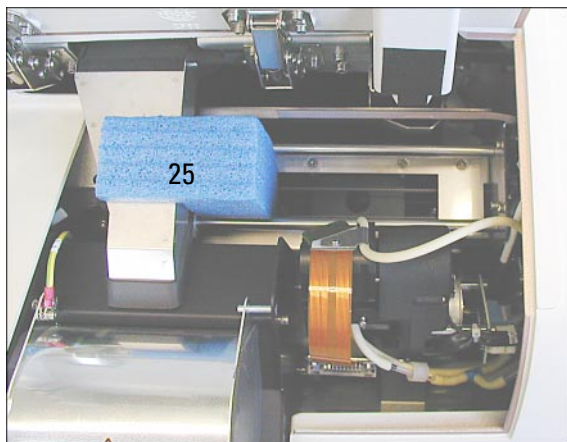

Fig. 7
- Retirer le dispositif de verrouillage servant au transport (25) (fig. 7).